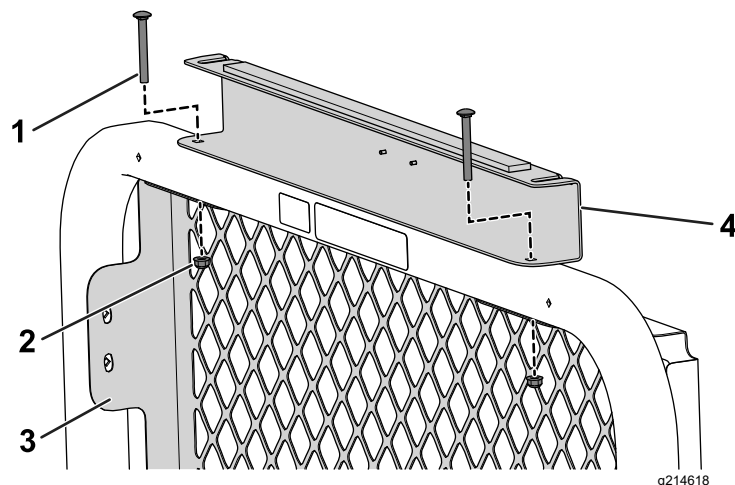

図 33
5. キャリッジボルト5/16 x 2 3/4 インチ2本とフランジナット5/16 インチを使って、日よけの後サポートと後スクリーンを ROPS に固定する図 33。